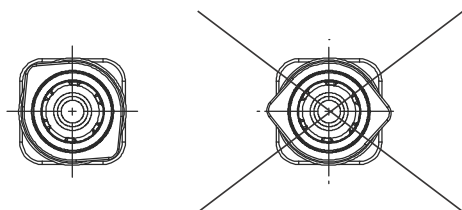

**Рис. 16** Монтаж уплотнительного кольца на неподвижной части торцевого уплотнения
3. Установить уплотнительное кольцо (поз. 102) на неподвижную часть уплотнения вала. См. рис. 16.